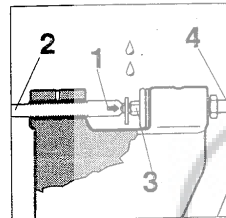

fig. 3
- 2- Posizionare il dente (fig.4) e la maglia di giunzione (fig.3) con la testa del rivetto (1) al centro dell'incavo dell'impugnatura (2) (fig.3).
- 3- Girare l'impugnatura (2) in modo da premere il rivetto (1) contro la testa dell'ogiva ribaditrice (3).
- 4- Girare la manovella (4) alcune volte per centrare